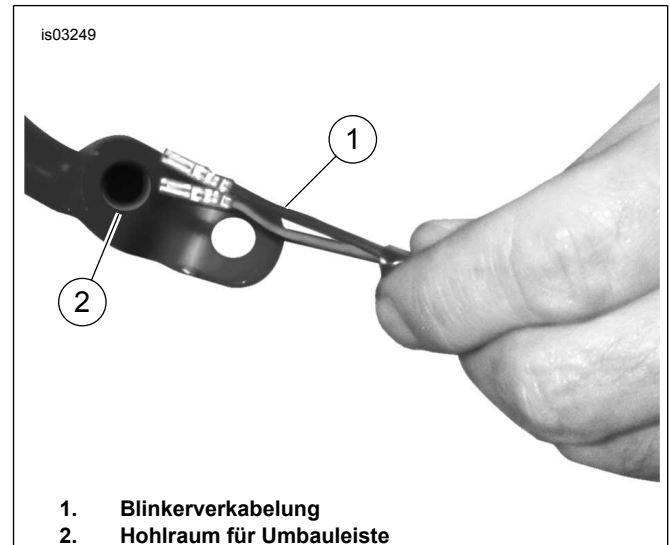

Abbildung 6. Blinkerverkabelung verlegen
1. Siehe Abbildung 6. Die Blinkerverkabelung durch die Blinkerumbauhalterung verlegen.